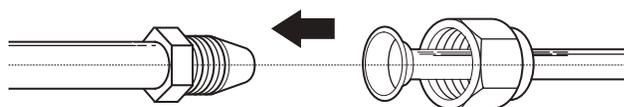

Fig. 2.12
4. Assurez-vous qu'il fait face à la bonne direction, car vous ne pouvez pas retirer l'écrou ou changer de direction après l'évasement. Voir Fig. 2.12.